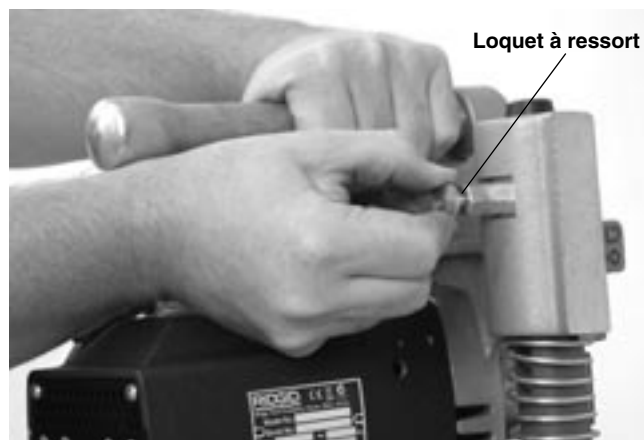

Figure 7 – Séparation du moteur de l'embase
Vérifiez que la chaîne et le levier pivotant se déplacent librement. Sur la HC-300, vérifiez le bon fonctionnement de la goupille d'arrimage du moteur (Figure 7).
1. Posez la scie à cloche HC-300 sur une surface saine et stable, tirez sur le loquet à ressort situé en partie haute de son poteau gauche pour libérer le moteur de l'embase, puis retirez le moteur (Figure 7).